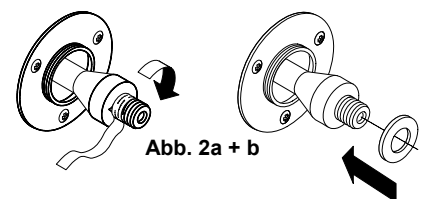

Abb. 2a + b
2. Temperaturfestes Dichtungsmaterial (Teflonband) am hinteren Teil des Gewindes, gegen die Flanschfläche anbringen (Abb. 2a + b)
2. Place a SAFEX®-HL-Teflon™ washer or an other temperature resistant sealing material (e. g. Teflon™ tape) on the rear part of the thread, affixed to the flange face (Fig. 2a + b)